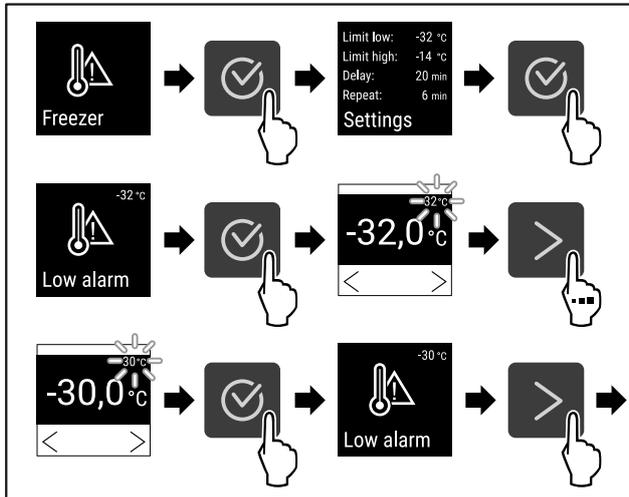

Fig. 97
- ▶ Seguir los pasos de procedimiento (consulte Fig. 97) .